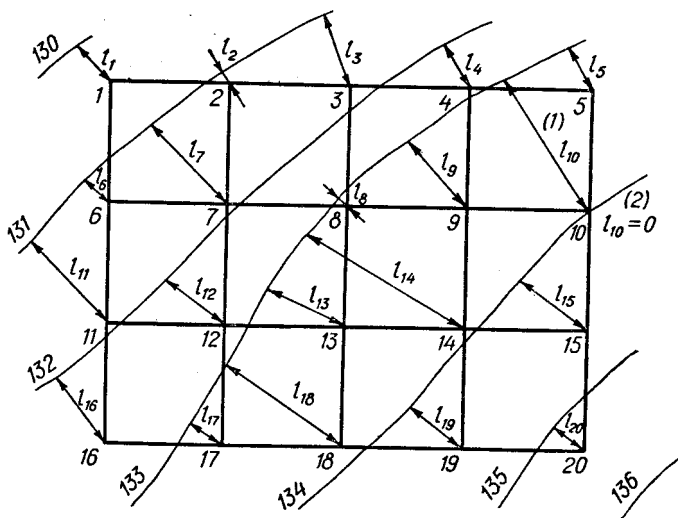

Рис. 2. Определение l
- 2) минимальные расстояния от вершин квадратов до горизонтали с меньшей отметкой l , мм (рис. 2);